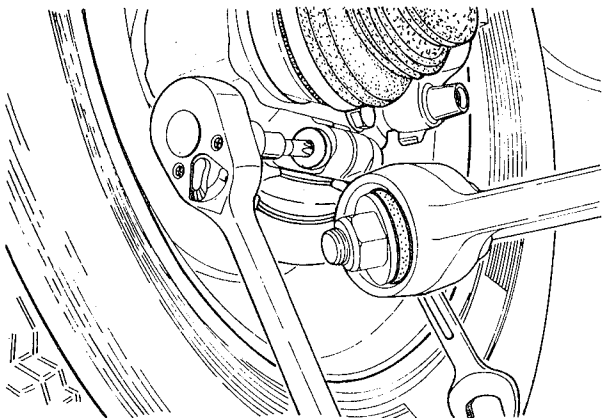

fig. 26
20. Remover o parafuso da junta esférica, lado esquerdo, e separá-la do suporte da ponta de eixo (fig. 26); separar o braço da suspensão do monobloco